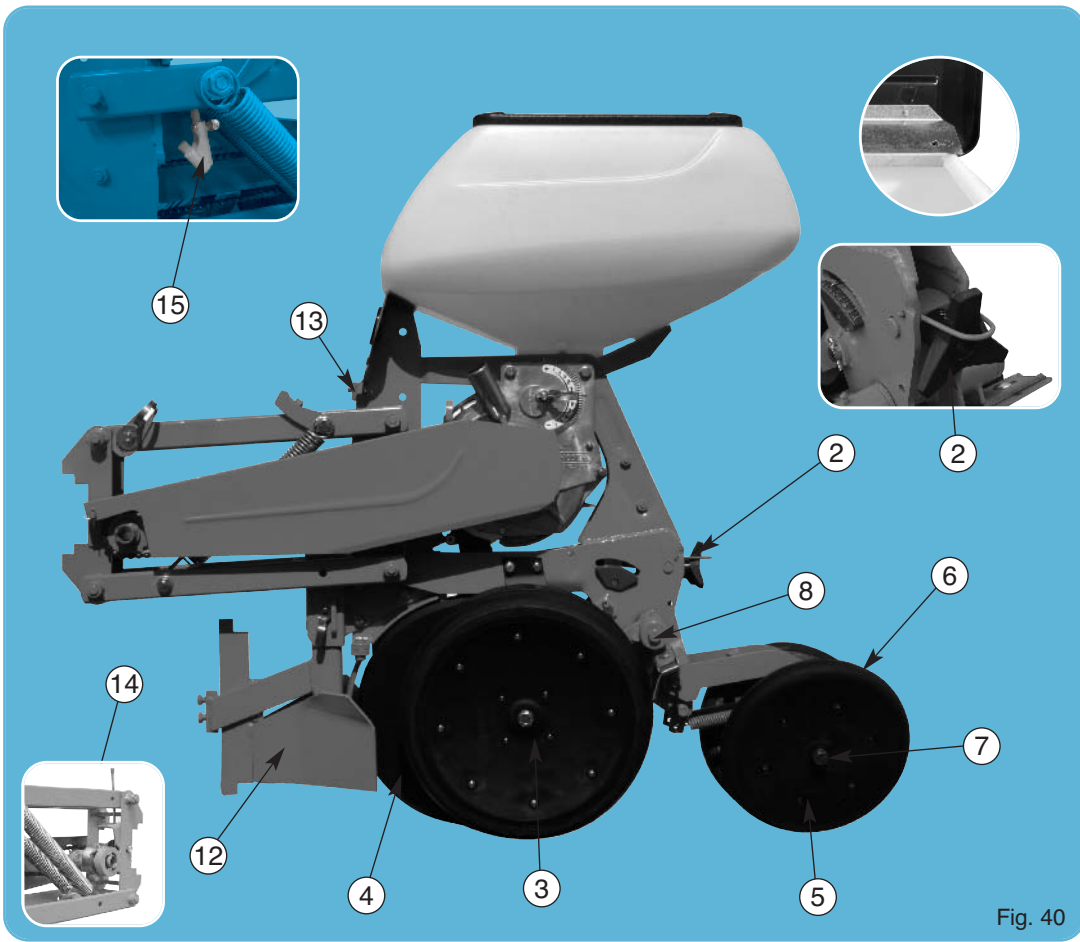
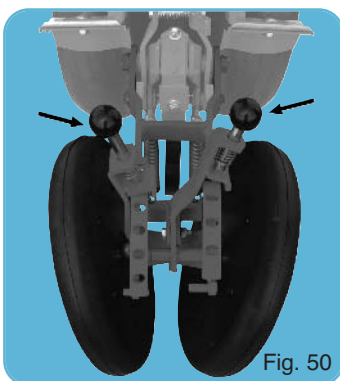

Fig. 40
Fig. 50
- Bloc tasseur arrière ouvert et réglable (fig.50) voir page 31
- Béquille d'élément, butée basse ⑮. Voir page 31
- Blocage du couvercle en position ouverte (fig. 40).
- Coupure de rang mécanique à levier ⑰ (fig. 40).
- Rear open and adjustable press wheel unit (fig. 50) See page 31
- Metering unit stand, low part ⑮. See page 31
- Cover blocking part in open position (fig. 40).
- Lever-operated mechanical row cutting ⑰ (fig. 40).
- Hintere V Andruckrolle Block mit verstellbarem Winkel (Abb. 50) Seite 31
- Elementstütze, untere Grenze ⑮. Seite 31
- Blockierung des Deckels in offener Position (Abb. 40)
- Open en regelbare aandrukunit achter (fig.50) zie b31
- Steun van het zaai-element, lage aanslag ⑮. Zie b31
- Kouter ter vervanging van de schijven voor gevoelig zaaigoed. (afb. 50)